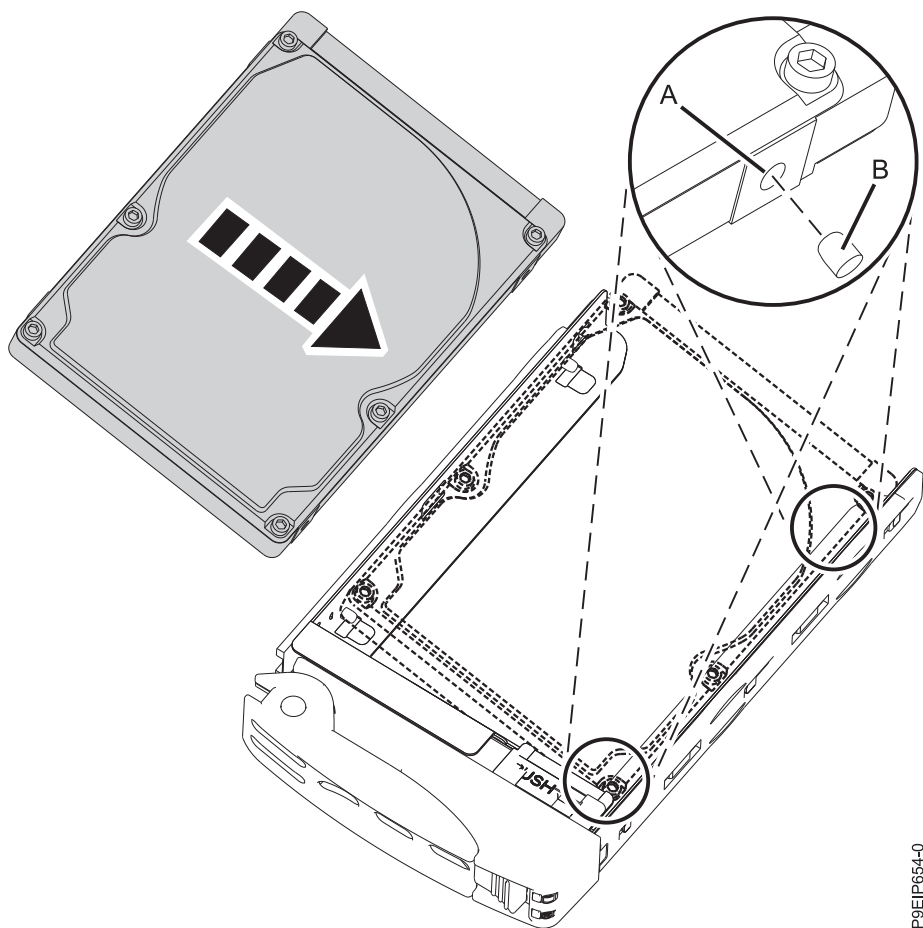

図 17. トレイへの背面ドライブの挿入
4. ドライブをトレイに取り付けます。トレイが開いていることを確認します。トレイの向きは、コネクターがドライブの背面を指すようにします。ドライブのねじ穴 (A) とトレイのピン (B) の位置が合っていることを確認します (21 ページの図 17 を参照)。